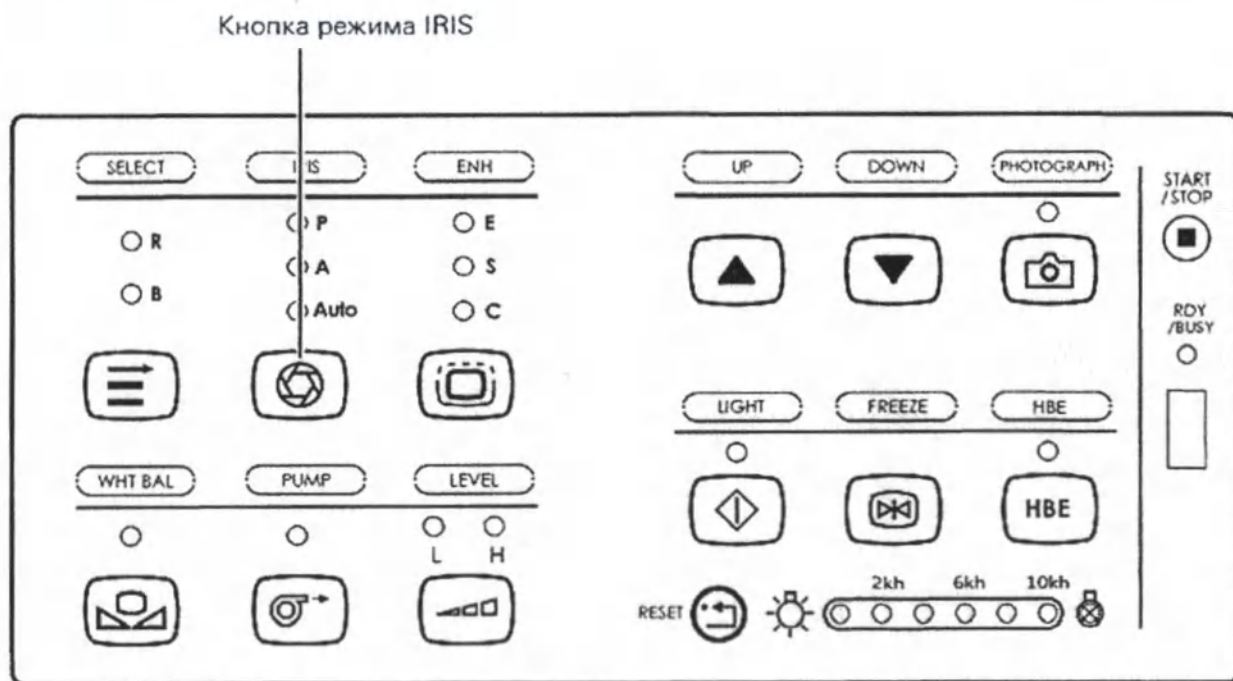

Рис. 11.
1. Нажмите на кнопку режима IRIS или клавишу F2 на клавиатуре, чтобы выбрать режим IRIS (способ управления экспозицией) (см. Рис. 11). При нажатии на кнопку режима IRIS происходит переключение режима IRIS между «А» (по среднему значению), «Р» (по пиковому значению) и Auto (автоматически). Индикаторы отражают текущий статус режима IRIS. Если выбран режим «А», управление экспозицией происходит на основе среднего значения яркости поля. Если выбран режим «Р», управление экспозицией происходит на основе максимального значения яркости поля. Если выбрано «Auto», экспозиция балансируется автоматически.